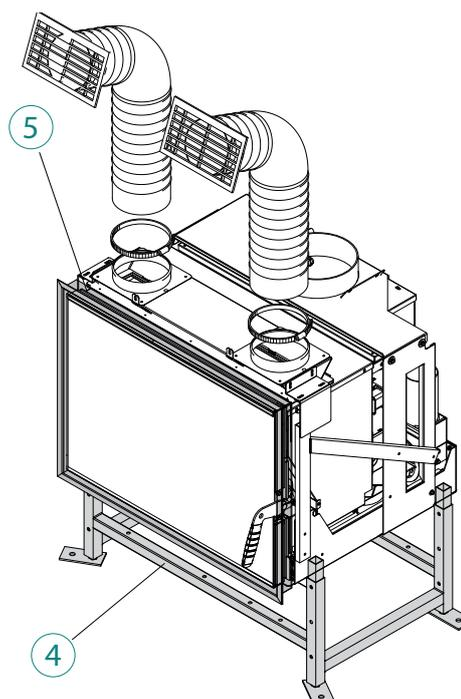

Abb. 6.4.3
- C) Sockelsatz „4“ (Abb. 6.4.3),